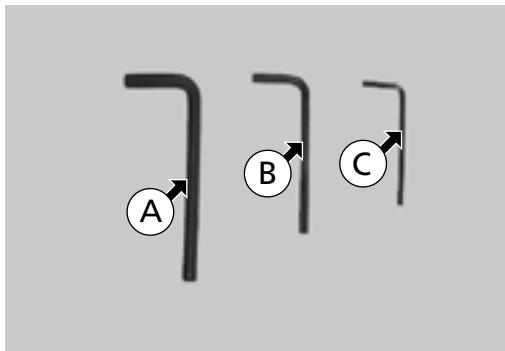

Fig. 32
Utilice herramienta (A), allen de 6mm (Fig. 32).
Elementos de Fig. 32
Utilizar herramienta allen (B) de 4 mm (Fig. 32).